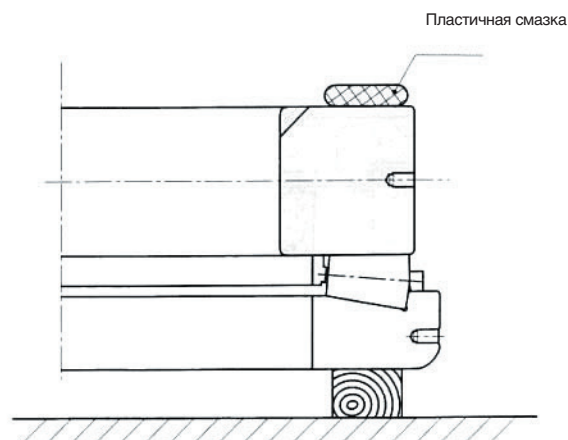

Рис. 3.39
- (3) После того как нанесете тонким слоем пластичную смазку на внутреннюю поверхность внутреннего кольца, совместите оси кольца и сепаратора, а затем установите кольцо на сепаратор. После установки нанесите требуемое количество пластичной смазки на внутреннюю поверхность беговой дорожки. (**Рис. 3.39**)